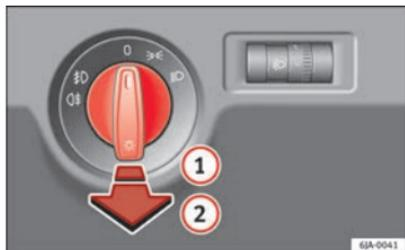

Fig. 55 Painel de instrumentos: comando de luzes
- Em primeiro lugar, rode o interruptor da luz ⇒ Fig. 55 para a posição ☞ ou ☞D.
- Coloque o comando das luzes na posição ①.
- Em primeiro lugar, rode o interruptor da luz ⇒ Fig. 55 ⇒ Página 100 para a posição ☞ ou ☞D.
- Coloque o comando das luzes na posição ②. ■